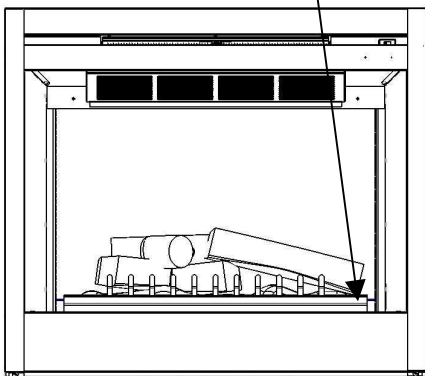

FIGURA 2
2. Acceda a los controles manuales, (quite la puerta de vidrio si se aplica) empuje el borde derecho de la cortina de metal derecha hacia el centro de la unidad. (FIGURA 2)